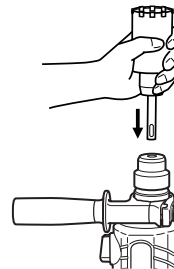

Fig. 19
- (2) Montar la espiga de la barrena tubular en el martillo perforador. (Fig. 19)
- (3) Insertar el pasador central en la placa guía hasta que se pare.